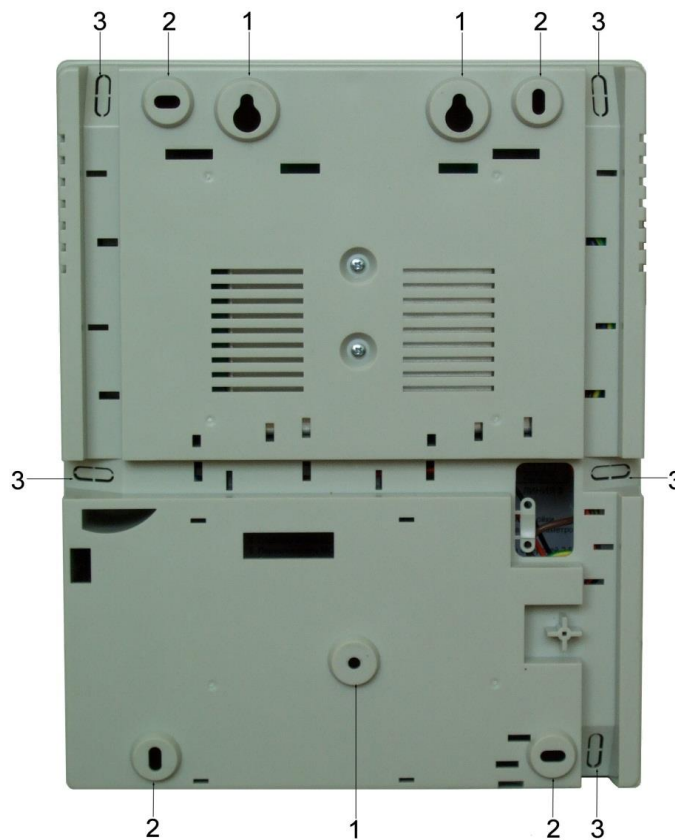

Рисунок 4. Монтажные отверстия
При этом используются отверстия (1) (рисунок 4). Корпус монтируется на саморезы и дюбели, установленные на одной горизонтальной линии на расстоянии 80 мм. После этого корпус закрепляется через нижнее отверстие, которое находится за аккумулятором резервного питания.